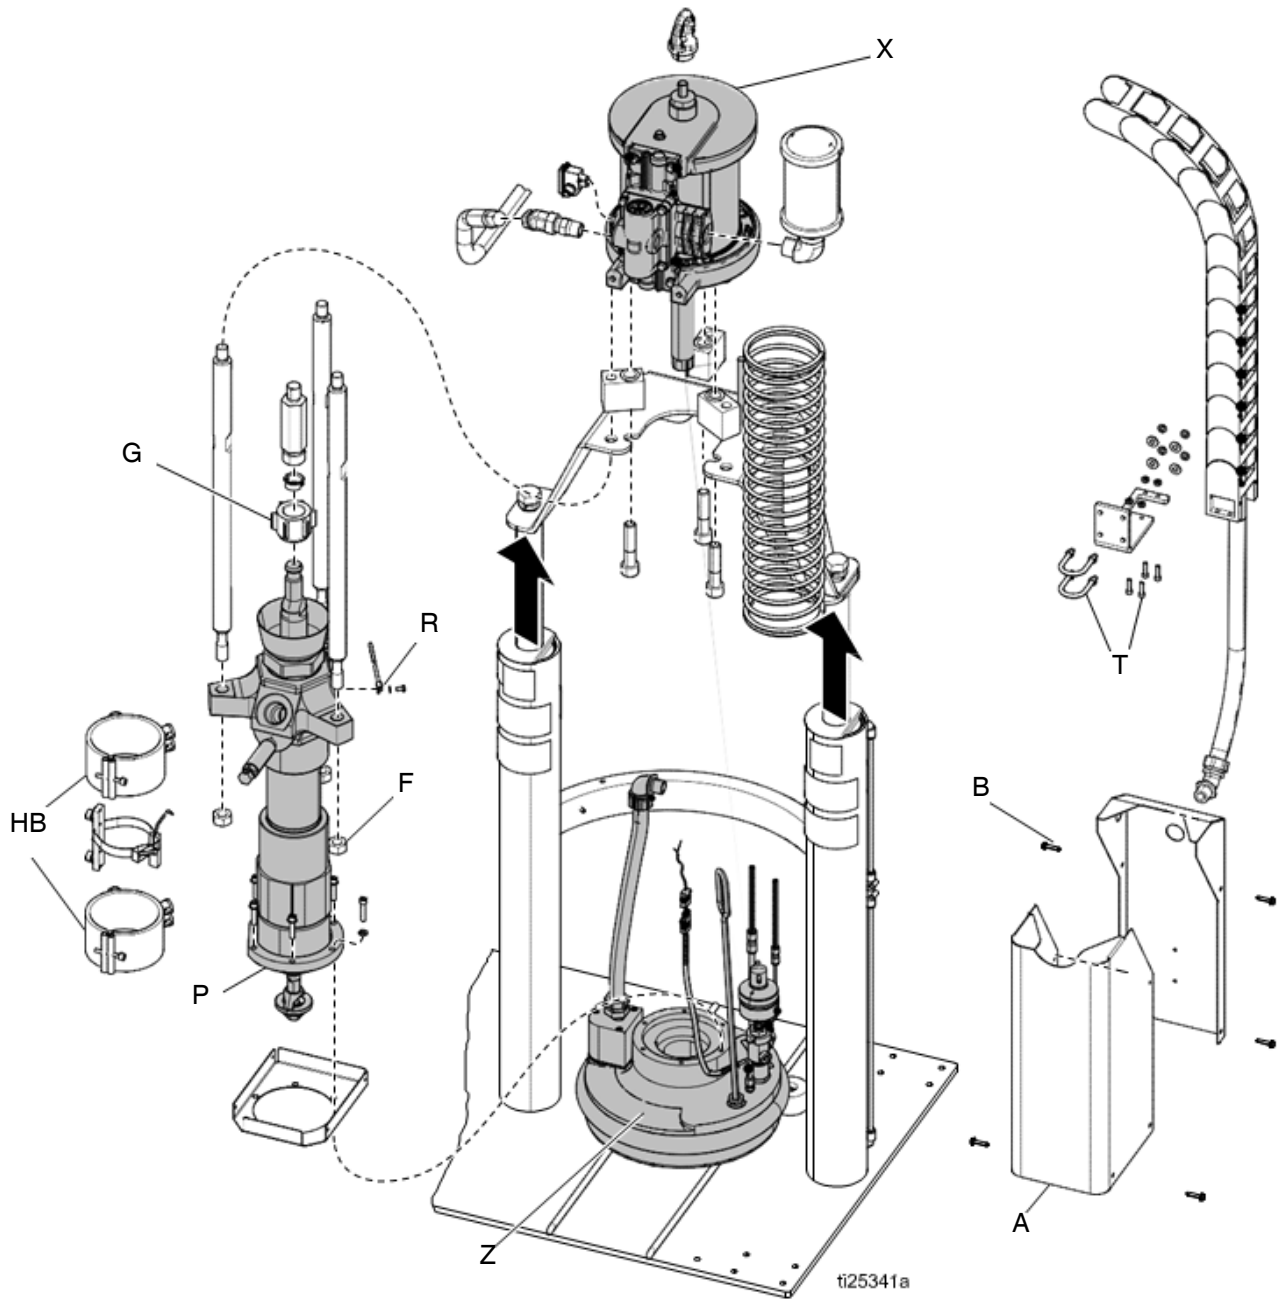

FIG. 28
5. Sur l'ADM, éteignez le chauffage du système (D).
8. Si le système comprend une protection de la pompe, retirer le boîtier en tôle de la pompe (A). Voir la FIG. 28.
- a. Retirer les vis de couvercle (B).
- b. Retirer les bandes chauffantes (HB) et débrancher le fil de terre (R).
11. Débranchez le câble électrique du moteur pneumatique (X).
13. Retirer les écrous (F) des tirants de pompe/moteur pneumatique à l'extrémité de la pompe.
14. Déposer les écrous et les boulons (T) fixant la glissière de câbles à la plaque de support du moteur pneumatique. Faites glisser l'extrémité du conduit de câble hors de la plaque de montage.
16. Desserrer complètement le coupleur de tige de pompe (G) à la tige de moteur pneumatique.